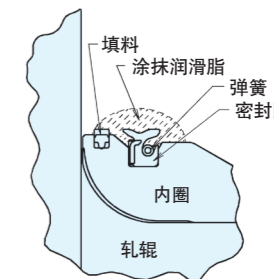

图8 密封圈的安装
与填料相同，安装密封圈时，其截断部也要与内圈的分割部成90°夹角。(参考图8)
- 在填料和密封圈的外径部涂抹润滑脂。(图8的阴影部分)